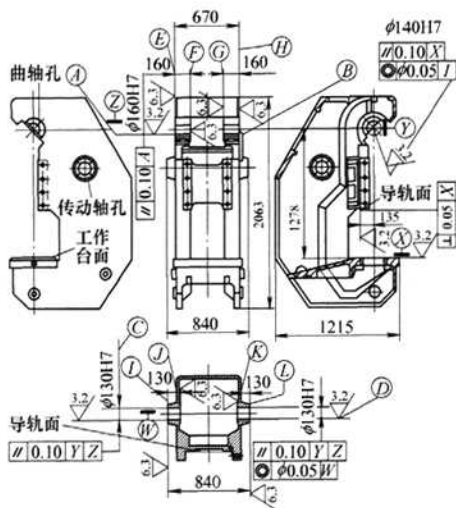
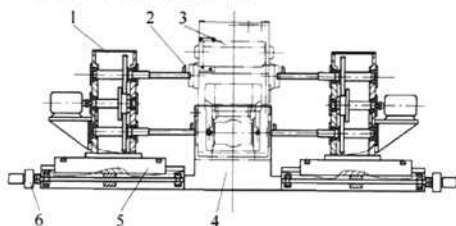
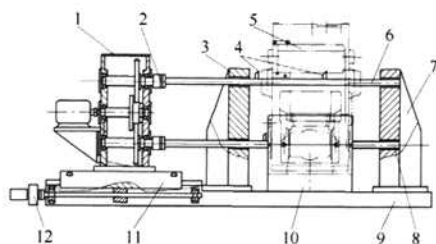

图2 C63 专机完成工序
图4 专机对镗方案
图5 专机穿镗方案
的工序,就是粗精镗曲轴孔 A 和 B、传动轴孔 C 和 D,同时完成 4 个孔两侧 E、F、G、H、I、J、K、L 等 8 个端面的刮削任务(见图2)。
(1) 专机布局设计 这是专机方案设计的核心。在进行布局设计时,首先要开阔思路,寻求各种可能的方案,然后再行筛选。C63 镗孔专机的设计,经集思广益,提出了两种方案:一是专机对镗方案(见图4),二是专机穿镗方案(见图5)。
例(参见图5)说明如下:从尾座上的铜衬孔穿入,通过支座铜衬孔后,进入动力箱的联轴器孔,最后完成联轴器装配。
(3) 镗孔 分粗镗和精镗两道工序,以传动轴孔为例(参见图5),粗镗时,传动轴孔镗杆上装两把镗刀,在镗杆的一次进给中,完成图2中的D孔和C孔的粗加工;精加工时,则先用镗杆上的一把镗刀进行对刀,将D孔加工完成,然后再用镗杆上的另一把镗刀,完成对C孔的加工。
(4) 刮削端面 镗孔完成后,将两把镗刀取下、换成刮刀。还是以传动轴孔为例(见图5),刮端面时,先用镗杆上的一把刮刀进行对刀,完成图2中的L端面加工,接下来通过镗杆进给将刮刀移动到K面,进行反刮切削加工;最后用镗杆上的另一把刮刀,依次完成对I面和J面的加工。
(5) 退镗杆、吊下机身 加工完毕后,将刮刀取下。先松开联轴器,将镗杆抽拉到尾座上;接下来松开固定机身的螺栓压板,将机身吊下。